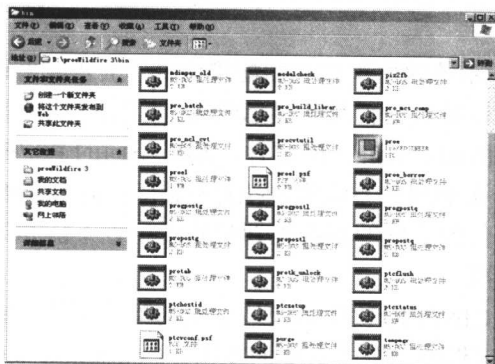

图 1-2 启动二次安装功能
- (1) 在 Pro/E 软件安装目录(XX:\proeWildfire 3.0\bin)下双击【ptcsetup】文件,如图 1-2 所示。